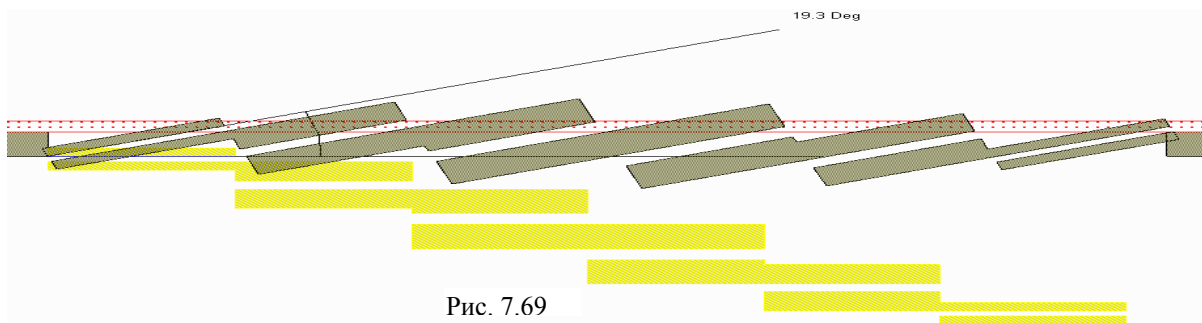

Рис. 7.69
- чтобы правый верхний угол нижнего проводника в последних связанных линиях коснулся дополнительного проводника (рис. 7.69), отпустите кнопку.